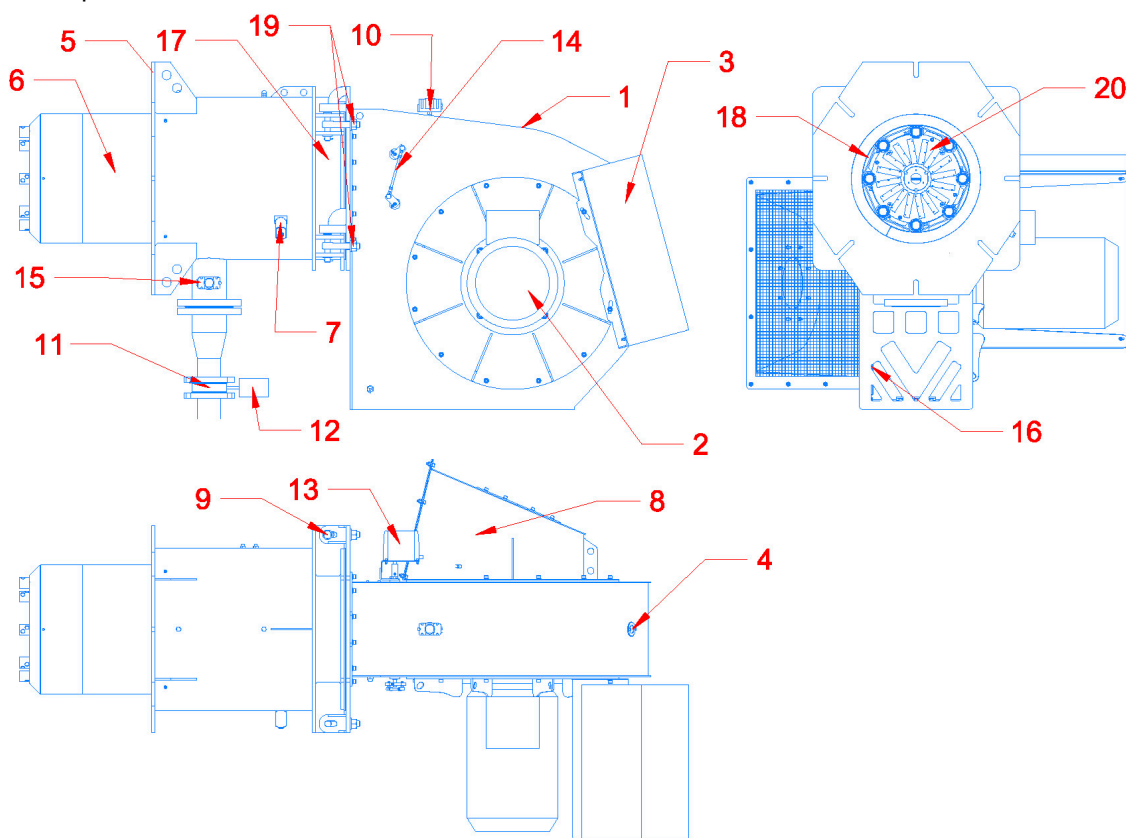

Рис.1. Общий вид устройства горелочного серии Т-5.820 G.E.
1.3.1 Состав устройства горелочного серии Т-5.820 G.E и размещение составных частей показаны на рис.1.